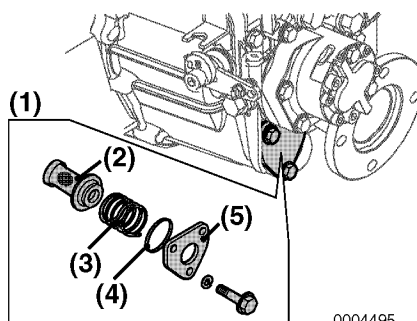

Figura 3
- Remova a tampa lateral (**Figura 3, (5)**) e remova o filtro (**Figura 3, (2)**).
- Segure o filtro no lugar com uma mola de bobina (**Figura 3, (3)**) e introduza na caixa. Instale um novo anel em O (**Figura 3, (4)**) na tampa lateral.